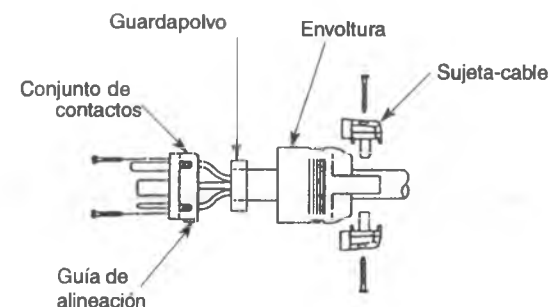

Fig.1
- Pasar el cable a través de la envoltura. Ver fig. 1.